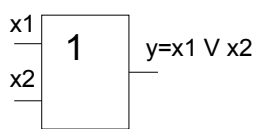

Рис. 155
2. Вторая наша логическая функция называется дизъюнкцией, или логическим сложением. $y = x_1 \vee x_2 \vee \dots \vee x_n$. Элемент, реализующий функцию дизъюнкции, называется ИЛИ (смотрите рис. 155, 156).